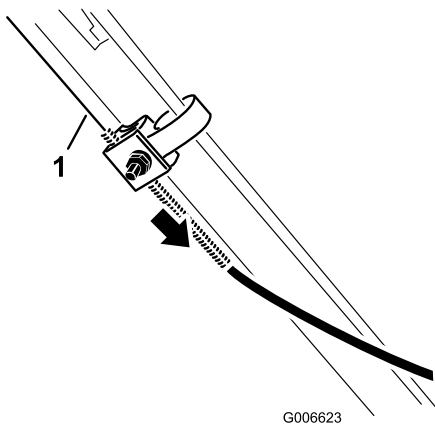

Figura 27
6. Tire hacia abajo de la camisa del cable (hacia el cortacésped) para eliminar toda la holgura del cable (Figura 27).